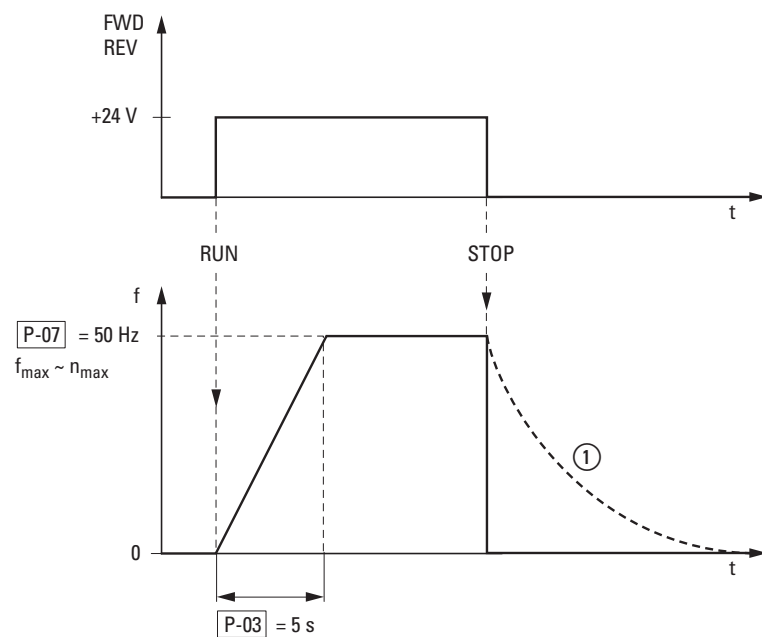

Рисунок 55: Последовательность команд запуска-остановки с максимальным заданным значением напряжения и продолжительностью ускорения равной 5 с.
График процесса при включении сигнала запуска (FWD/REV) и подаче максимального напряжения заданной точки (+10 В) изображен на Рисунок 55 (Страница 88). Скорость вращения двигателя следует за частотой на выходе в зависимости от нагрузки и момента инерции (скольжения) от 0 до n_{max} .
При отключении сигнала запуска (FWD/REV) происходит немедленная остановка преобразователя (STOP). В двигателе начинается неконтролируемый процесс остановки (см. ① на Рисунок 55).